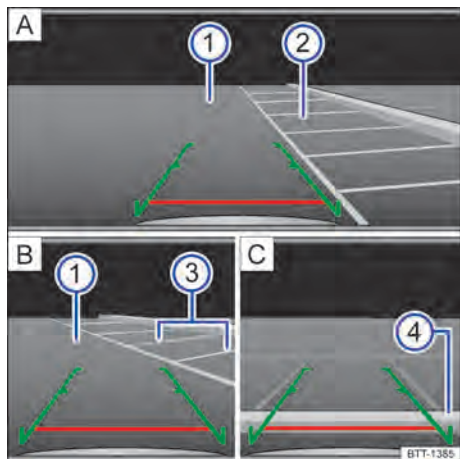

Fig. 98 Visualización del display del sistema de radio: estacionar con la cámara de marcha atrás.
Leyenda para → fig. 98:
- Colocar el vehículo delante de la plaza de estacionamiento → fig. 98 **2** **A**.